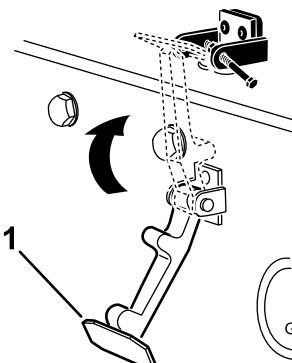

Figura 7
- Agganciate il fermo sulla relativa staffa (Figura 7).